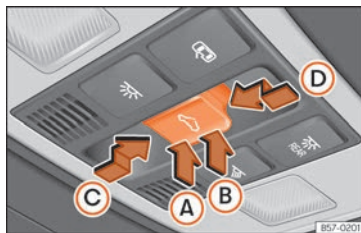

Abb. 66 Im Dachhimmel: Bedienelement für Panorama-Schiebedach.
Der Taster (Abb. 66) hat zwei Stufen. In der ersten Stufe kann das Glasdach ausgestellt sowie ganz oder teilweise geöffnet oder geschlossen werden.
- Innerhalb von etwa 5 Sekunden nach der Aktivierung des Einklemmschutzes, drücken Sie die Taste  (Abb. 66) bis zur zweiten Stufe in Pfeilrichtung  bis das Dach vollständig schließt.